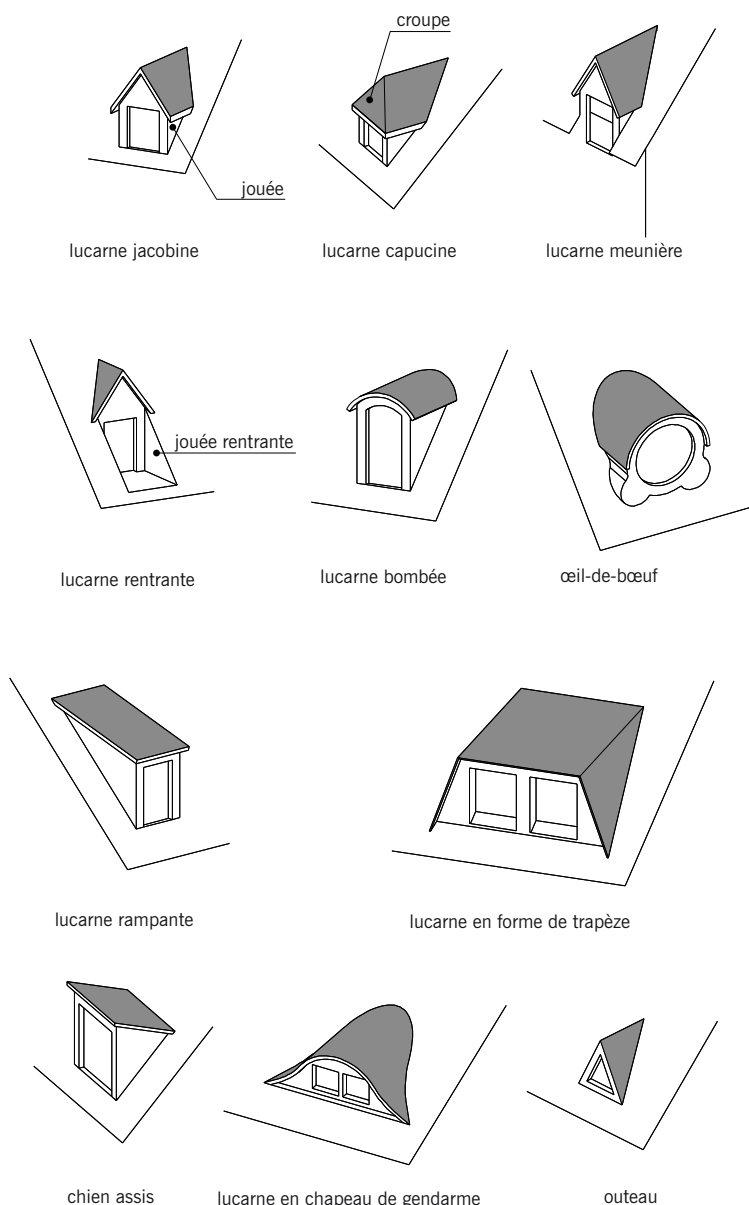

fig. 6.8
- On distingue plusieurs types de lucarnes. Les plus courantes sont (fig. 6.8) :
■ La **jouée** : face latérale d'une lucarne de forme généralement triangulaire, réalisée en maçonnerie ou en panneaux de bois. Elle est souvent saillante, mais, parfois, peut être rentrante (fig. 6.8).